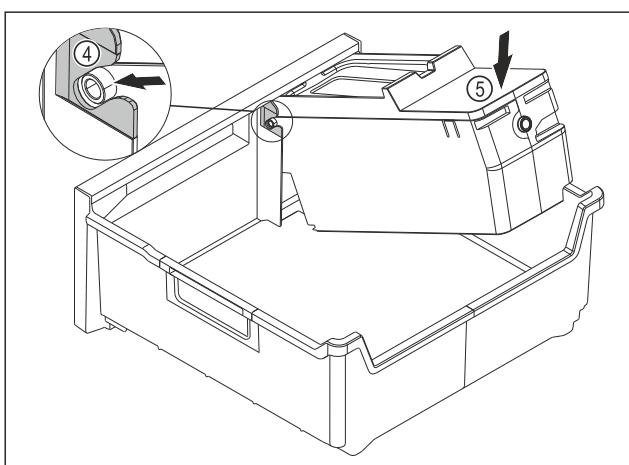

Fig. 135
- Montirajte glavni del EasyTwist-Ice: Osi glavnega dela EasyTwist-Ice potisnite v vodila Fig. 135 (4).
- Glavni del EasyTwist-Ice Fig. 135 (5) potisnite zasad navzdol.